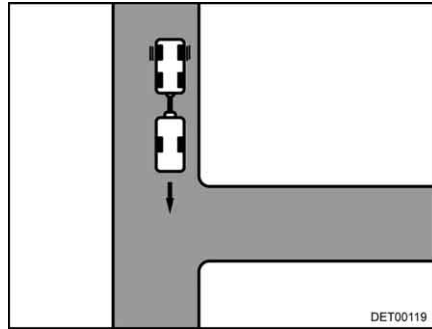

Bild 13 Start
- Kör mot infarten så långt att husvagnens bakdel befinner sig unng. framför infarten (Bild 13).